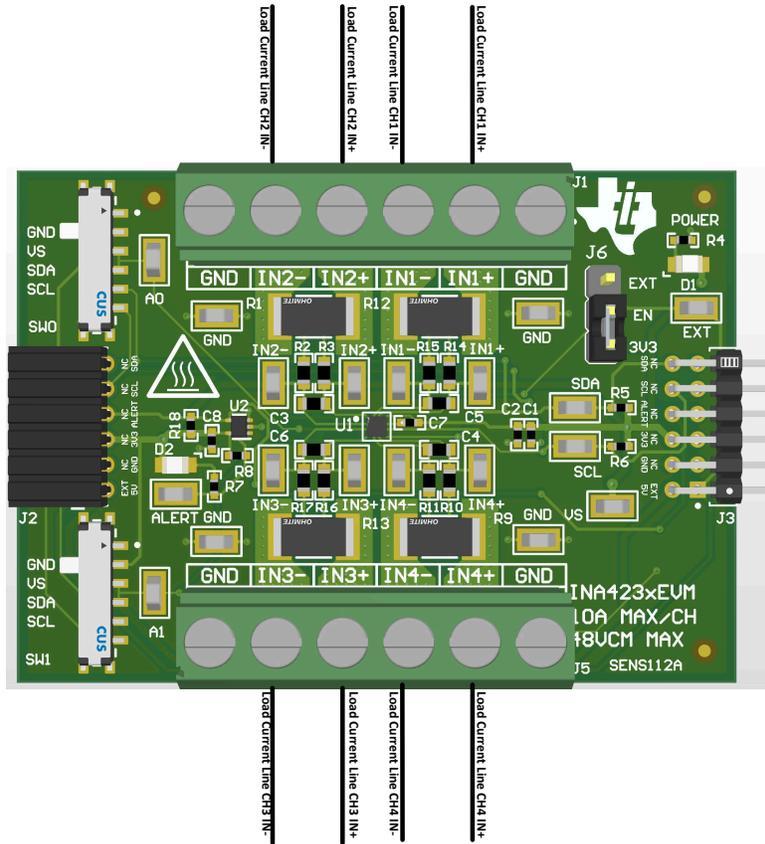

图 2-4. 10A 或更低电流时的 IN+ 和 IN - 布线
- a. 将 2512 电阻器焊接在连接 IN+ 和 IN- 输入的 R1、R12、R13 或 R9 的焊盘上，如 图 2-4 中所示。